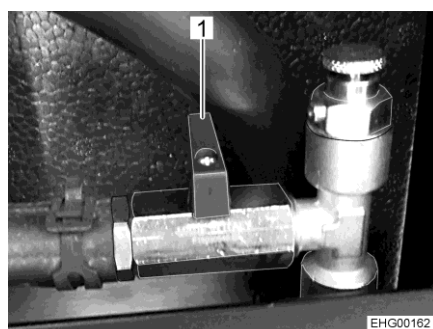

Fig. 170 Robinet à bille (fermé)
- Placer le levier (Fig. 170,1) transversalement à la conduite.